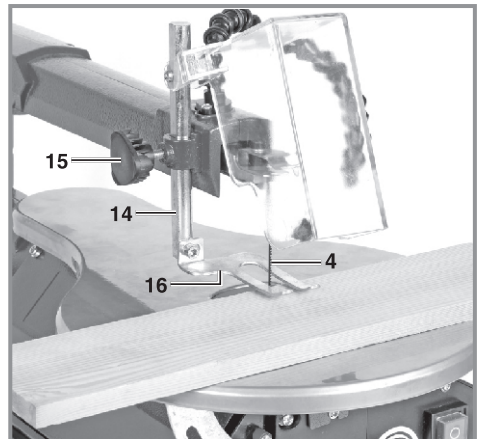

Рис.7
- Полностью опустите защитный кожух режущего полотна (13) и затяните ручную рифленую гайку.
- Направьте гибкую трубку для удаления пыли (12) так, чтобы опилки сдувались с заготовки в сторону от Вас (рис.7).